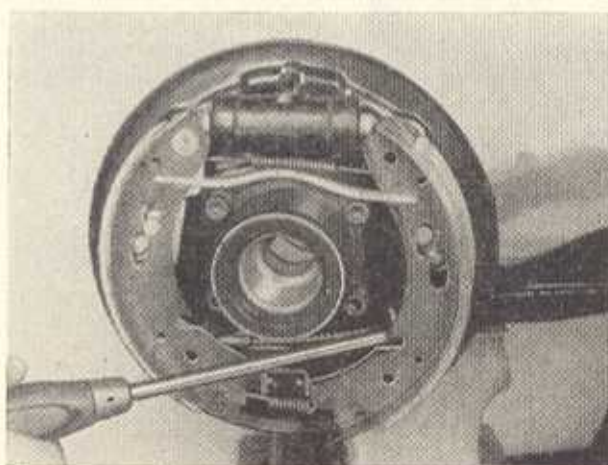

Bild F 86
2. Bei den Hinterrädern ist jeder Bremsbacken einzeln mit Hilfe eines kräftigen Schraubenziehers aus der Abstützbrücke herauszuheben. Sodann beide Backen nach oben schwenken und aus den Schlitten der Druckbolzen im Radbremszylinder ziehen (Bild F 86).